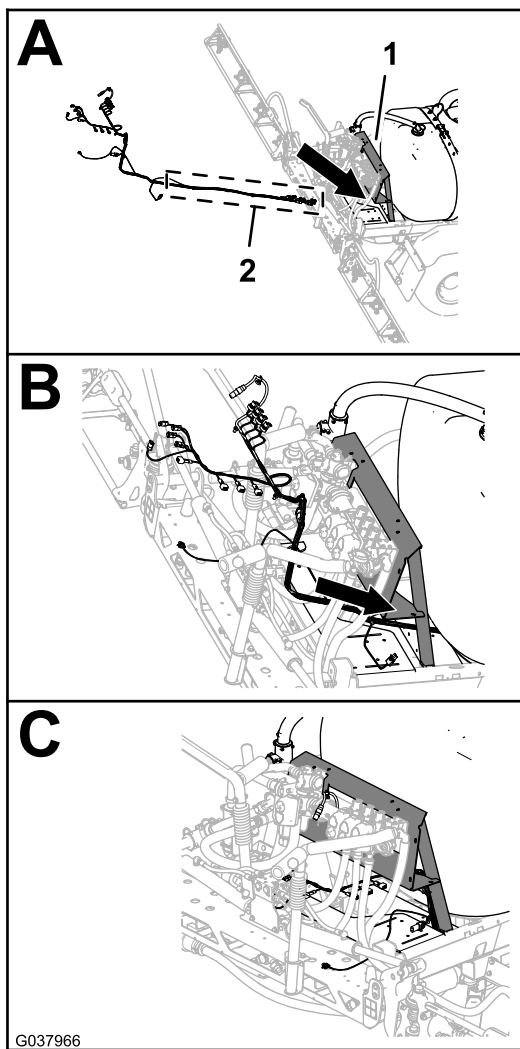

Figura 102
2. Disponete i 168 cm (66 poll.) del nuovo cablaggio elettrico tra il supporto delle valvole e il supporto destro per il supporto del collettore (Figura 102).